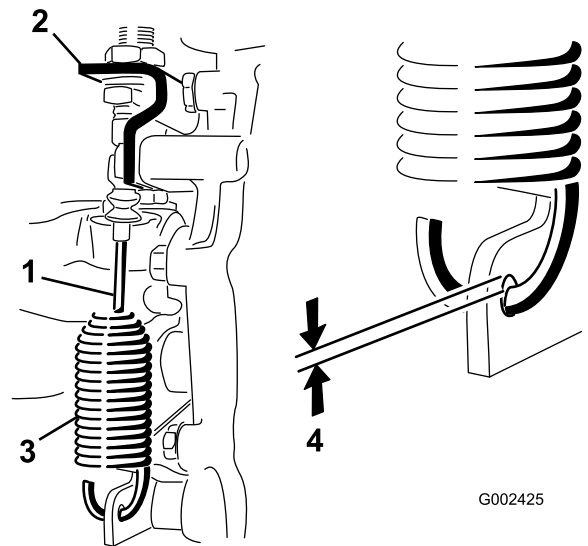

Figura 49
2. Slăbiți contrapiuliile care fixează cablul diferențialului autoblocant la suportul de pe cutia de viteze (Figura 49).